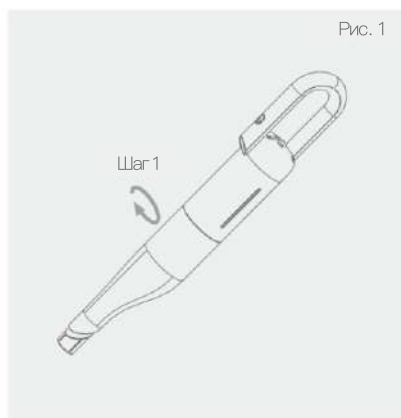

Рис. 1
1. Вставьте блок трубки (рис. 1–1) для соединения с главным устройством согласно направлению на рисунке, обратите внимание на соответствующее соединение двух наклонных поверхностей, убедитесь, что трубка установлена на место, как показано на (рис. 1–2).
(Рис. 1–3)
(Рис. 1–4)
1. Снимите силиконовую прокладку с отверстиями для винтов на верхней части главного устройства, используйте специальную отвертку, чтобы открутить 3 винта на главном устройстве, как показано на рис. (Рис. 1–1).
2. Отделите внешний корпус главного устройства от внутренней части главного устройства, как показано на рис. (Рис. 1–2).
3. Используйте специальную отвертку, чтобы открутить 4 винта, которые закрепляют аккумуляторный блок с боковой части, как показано на рис. (Рис. 1–3).
4. Используйте специальную отвертку, чтобы открутить 2 винта в верхней части аккумуляторного блока, и с помощью ножниц отрежьте 4 оловянные соединительные клеммы аккумулятора, после чего можно будет отделить аккумулятор и выбросить за негогодность, как показано на рис. (рис. 1–4).